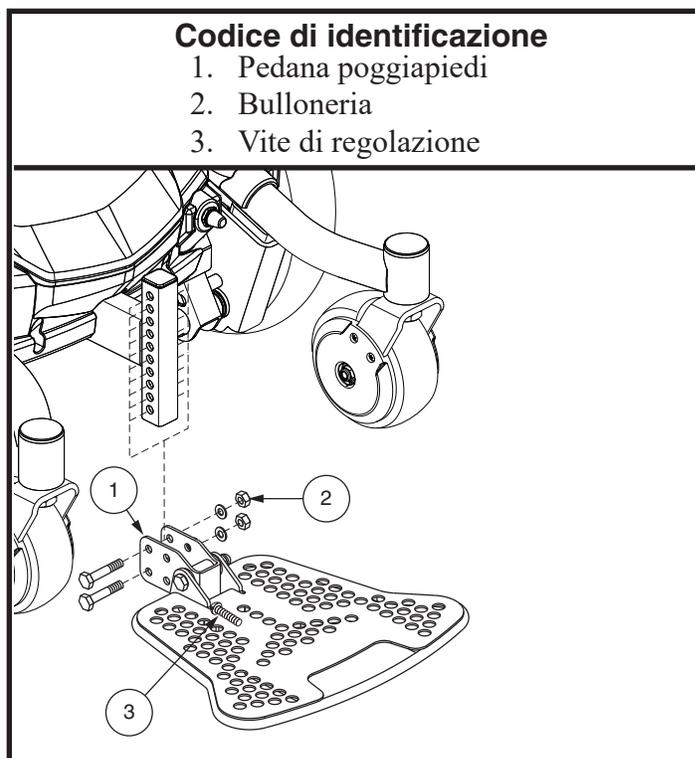

Figura 10. Regolazione della pedana poggiatesta
1. Rimuovere la bulloneria dal supporto della pedana poggiatesta. **Vedere figura 10 o 11.**
1. Rimuovere la bulloneria dal supporto della pedana poggiatesta. **Vedere figura 10.**
È possibile regolare l'angolazione della pedana poggiatesta. **Vedere figura 10.**